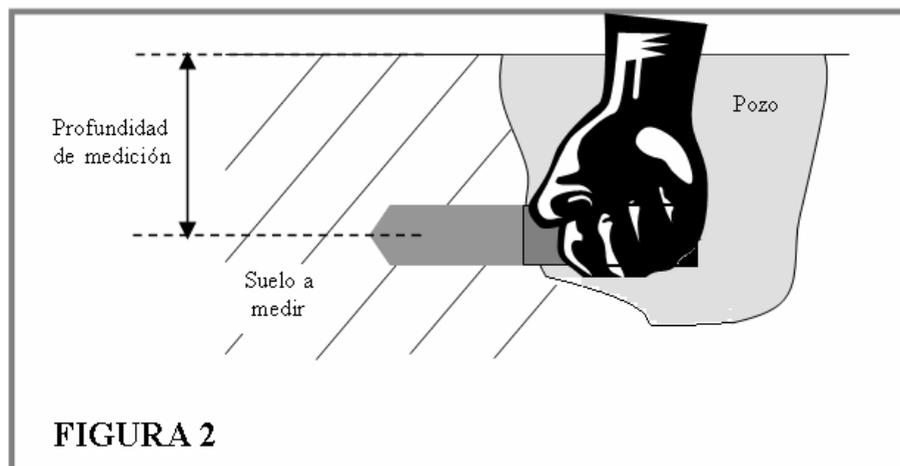

FIGURA 2
- 3 Una vez insertado el sensor, ver Figura-2, rellenar el pozo y clavar una estaca como guía en el punto de salida del cable hacia el exterior. Es conveniente que el cable este protegido mediante manguera o tubo plástico flexible.